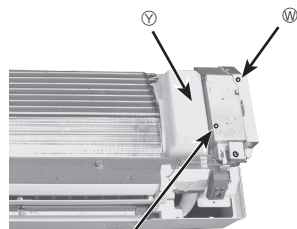

Fig. 6-4
- 5 Retirer les couvercles avant et latéral du boîtier électrique (1 vis pour chacun). (Fig. 6-4)
- 6 Retirer le dispositif d'arrêt de l'eau. (Fig. 6-4)